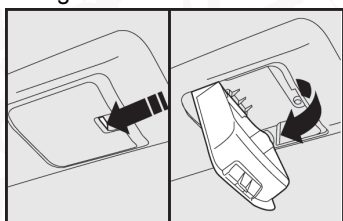

fig. 55
- En el toldo del vehículo fig. 55.